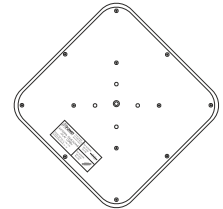

Рисунок 3. Ориентация антенны BAS-2325 «Connect Street Direct 3G/4G»
- 4.1 Закрепите Г-образную скобу (см. рис.2 позиция 4) на корпусе антенны (см. рис.2 позиция 1) с помощью входящих в комплект крепежа гаек и шайб. При этом совместите прорезы в скобе и крепежные шпильки (см. рис.2 позиция 2) таким образом, чтобы метка линии горизонта на наклейке для используемого стандарта связи совпала с фактической линией горизонта (см. рис.3)